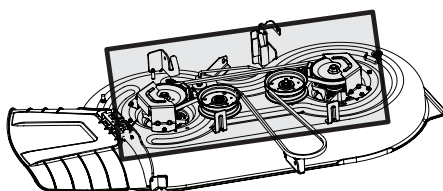

Figure 19
- Nettoyez la partie supérieure du plateau de coupe, la partie sous le couvercle des fusées et la partie autour des courroies (Figure 19).